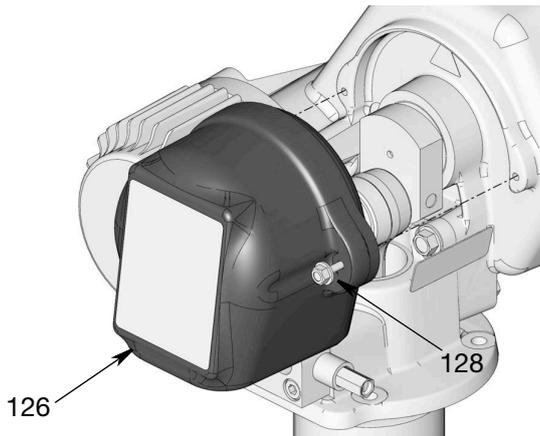

图 10
- 注入储罐前, 检查呼吸器 (J) 通风是否工作良好。
- 注入储罐前, 打开溢流孔 (H), 目视检查润滑液位。
- 注入储罐时请勿超过溢流孔 (H)。
7. 使用螺栓 (128) 重新装好盖子 (126)。用扳手拧紧螺栓 (图 10)。